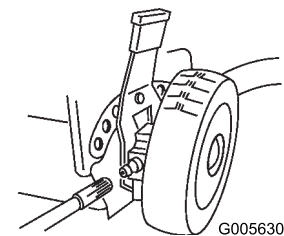

Figure 34
1. Essuyer les graisseurs des leviers de réglage de hauteur des roues arrière à l'aide d'un chiffon propre (Figure 34).